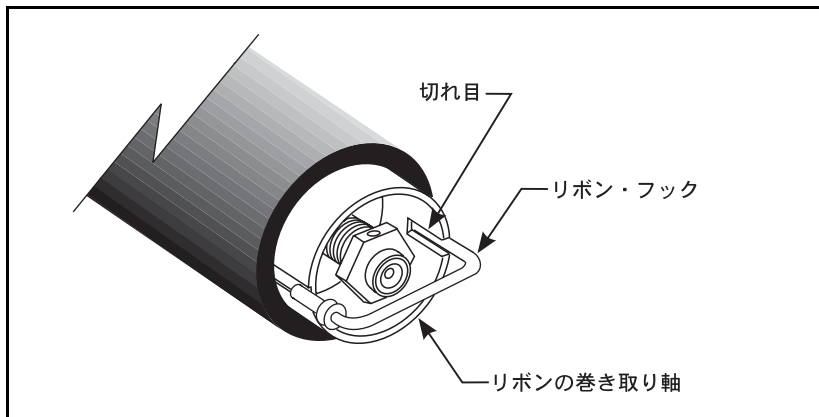

図 24
6. リボンの巻き取り軸にリボンを巻き付ける前に、リボンのフックが適切な場所にあることを確認します。リボンのフックを切れ目にぴったり合わせます。（図 24 をご参照ください。）